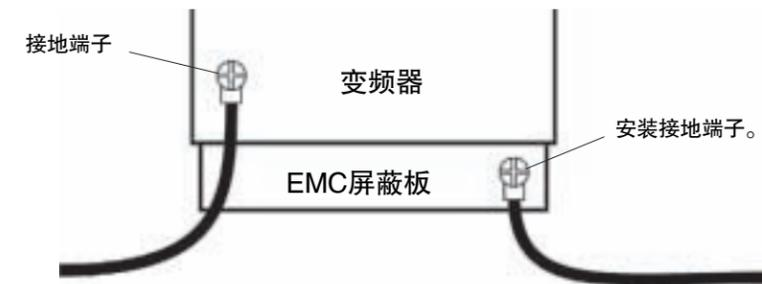

图 4
- (1) 请将变频器纳入盘内、外筐接地。根据机种不同, 在对变频器进行维护时, 穿过配线口手指可能会接触到充电部位, 请充分注意安全作业。
- (2) 变频器主电路用接地端子上请不要连接2根以上的电线。如确有需要, 请在EMC屏蔽板上另行配置接地端子并连接电线。(请参照图4。)另请参照10.1项中的附表。
- (3) 在变频器的输入侧安上无保险丝断路器。